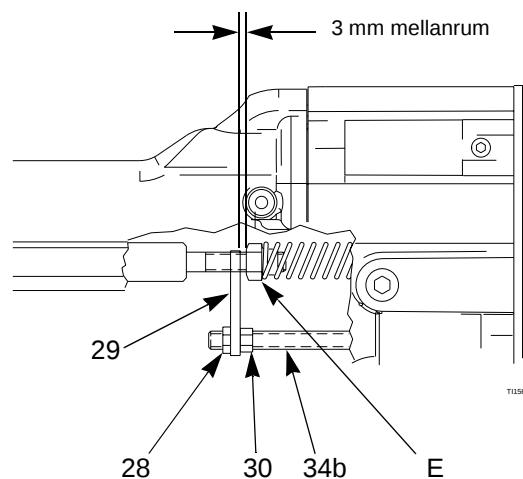

Fig. 27. Justering av manöverarm
2. Justera delarna så att det blir 3 mm mellanrum mellan manöverarmen (29) och tätningstångmuttern (E), vilket gör att sönderdelningsluften aktiveras före vätskan. Se Fig. 27.
3. Dra åt justeringsmuttern (30) mot manöverarmen (29). Kontrollera att mellanrummet på 3 mm bibehålls. Elektroden ska dessutom kunna röras 3–4 mm när pistolen aktiveras. Justera låsmutterns läge så att dessa två mått erhålls.
5. Montering av pistolhölje (2) och luftmunstycke (3), sidan 34.